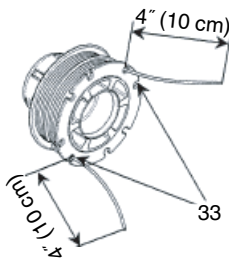

Fig. 39
- (4) Pulse cada línea en los orificios del tope (33), dejando los extremos sueltos aprox. 4" (10 cm) de largo. (Fig. 39)